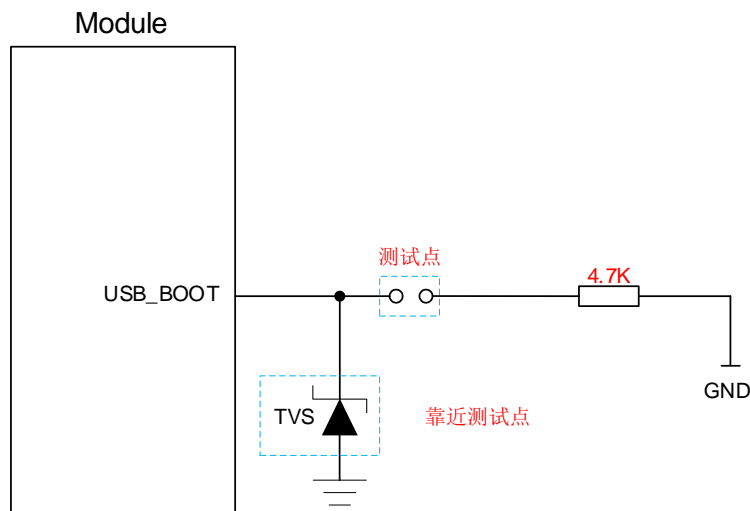

图 19: USB_BOOT 接口参考电路
3. 使用 MCU 控制模块进入紧急下载模式时，需按照如上时序图进行控制，手动进入紧急下载模式时，按照图 19 所示短接测试点即可。